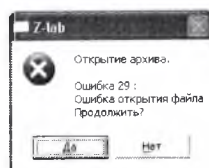

Рис. 58. Всплывающее окно с ошибкой 29.
3. При работе с архивом хроматограмм в программном обеспечении может возникать ошибка 29, указанная на рис. 58.
В случае возникновения подобной ошибки необходимо нажать кнопку «Да», хроматограмма будет удалена из списка хроматограмм в программном обеспечении. В случае ответа «Нет» при появлении окна, указанного на рис. 58, наименование хроматограммы останется в списке хроматограмм в архиве, подобное сообщение будет появляться при попытке открытия указанной хроматограммы каждый раз до того момента, пока не будет нажата кнопка «Да» во всплывающем окне об ошибке.